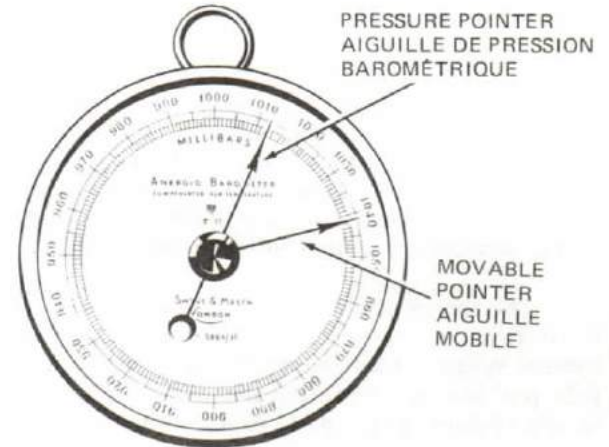

Figure 13-9
6. Atmospheric pressure is measured by means of a barometer. You will usually use an aneroid barometer, which is very simple to read. It has a circular scale and a needle which points directly to the atmospheric pressure. See Figure 13-9. Most aneroid barometers have a pointer which may be moved by means of a small knurled knob in the centre of the glass face. If this is placed over the aneroid needle after taking a reading, the change in pressure from then until the next reading is taken may be seen at a glance. Make sure you read the pressure indicated by the aneroid needle and not the pointer. Don't touch the knurled knob to move the pointer unless you have permission. It may have been set by the Captain, or the OOW, who is concerned with the change in atmospheric pressure.
6. La pression atmosphérique se mesure au moyen d'un baromètre. Celui que vous utiliserez couramment, le baromètre anéroïde, est assez facile à lire. Il est muni d'une échelle circulaire et d'une aiguille qui indique précisément la pression atmosphérique (voir la figure 13-9). La plupart des baromètres anéroïdes sont munis d'une seconde aiguille mobile qu'on peut déplacer au moyen d'un bouton molleté placé au centre du cadran. Après avoir noté une lecture, on fait coïncider l'aiguille mobile avec l'aiguille de pression barométrique, ce qui permettra d'observer instantanément la différence de pression à la prochaine lecture. Assurez-vous bien de relever la pression indiquée par l'aiguille de pression barométrique et non celle de l'aiguille mobile. Ne touchez pas au bouton molleté sans permission; il a peut-être été réglé par le commandant ou l'officier de quart qui s'intéresse aux variations de pression barométrique.